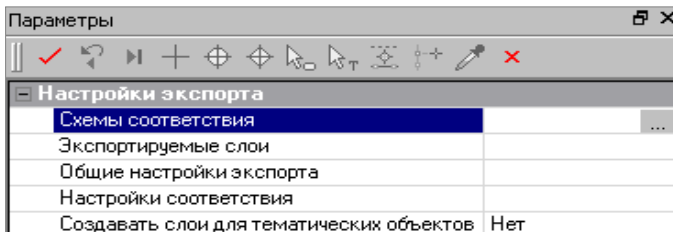

Рис. 14.5
2. В окне **Параметры** (рис. 14.5) задаём настройки экспорта в определённой последовательности: